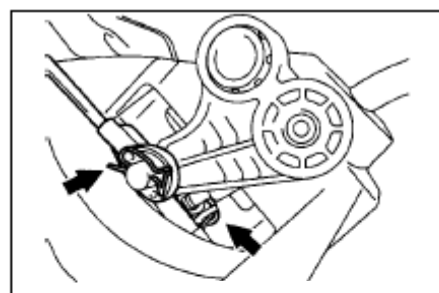

Рис. 89
(1) Снимите два шплинта и отсоедините концевые разъемы тросов управления трансмиссией(рис.89).